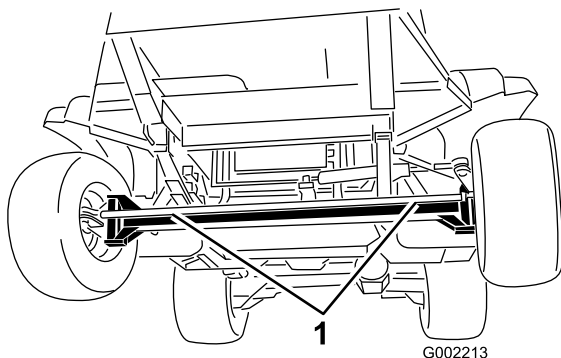
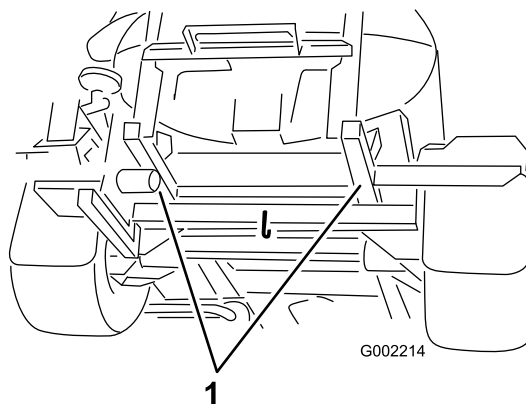

Figure 93
Figure 94
4. Accrochez un câble de remorquage au cadre ; voir les points de remorquage avant et arrière (Figure 93 et Figure 94).